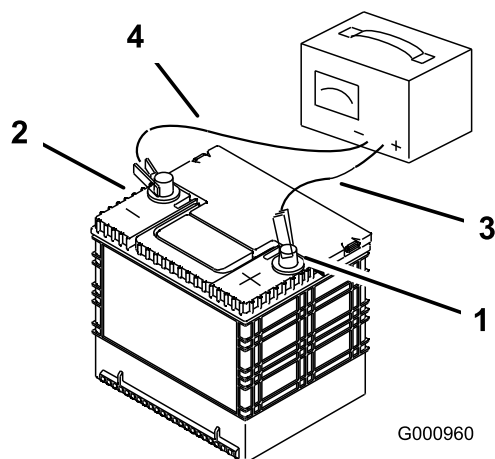

Figura 54
3. Atunci când bateria este complet încărcată, deconectați încărcătorul de la priza electrică, apoi deconectați cablurile încărcătorului de la clemele bateriei (Figura 54).